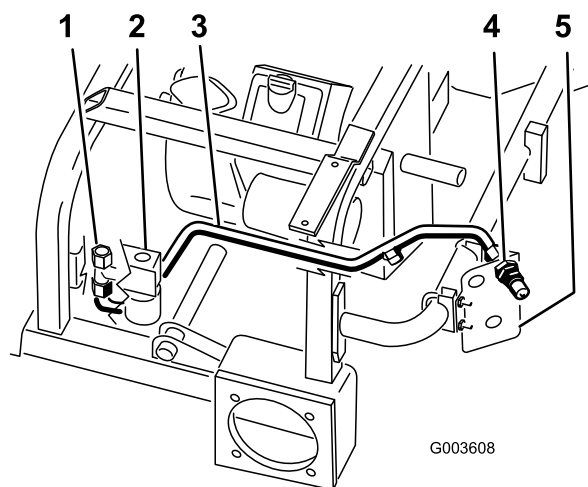

Figura 14
2. Posicione o tubo hidráulico número 1 na máquina como se mostra em Figura 14.
3. Instale o tubo hidráulico número 1 no conector em T montado no lado da válvula (Figura 14).
4. Instale o tubo hidráulico número 1 no conector superior macho (Figura 14).